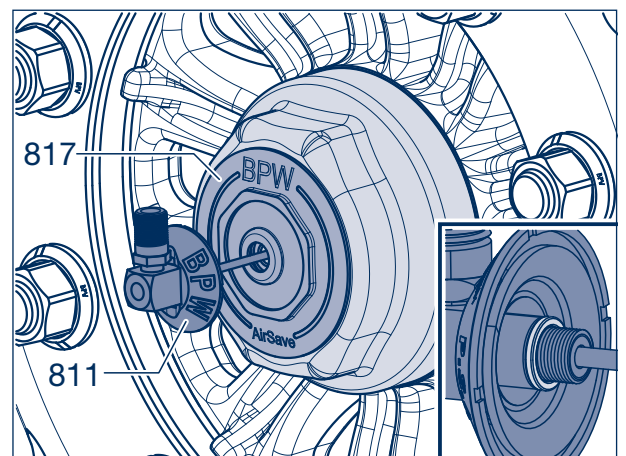

Figura 3
- [7] Compruebe que el anillo de sellado blanco del rotor (811 o 811a, dependiendo del neumático) asienta correctamente en el extremo de la rosca, empuje hasta el tope si fuera necesario (figura 3, detalle).
- [8] Guíe el rotor dentro del adaptador (817) de la tapa de la llanta y el estátor (821) en el muñón del eje hasta que se produzca el contacto. Notará que tiene que superar una cierta resistencia.